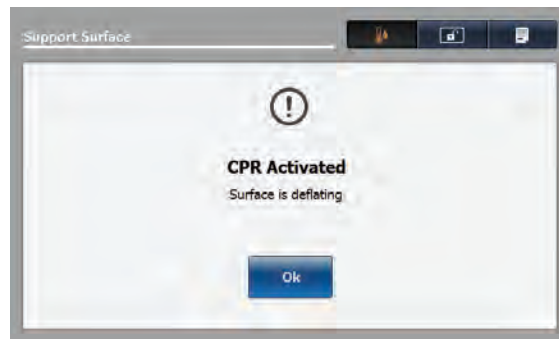

Figure 2-69 : RCP activée – Surface en cours de dégonflement
2. Après l'activation des sangles de RCP ou du levier de débrayage pour position d'urgence RCP, l'écran s'affiche (Figure 2-69 à la page 2-78).